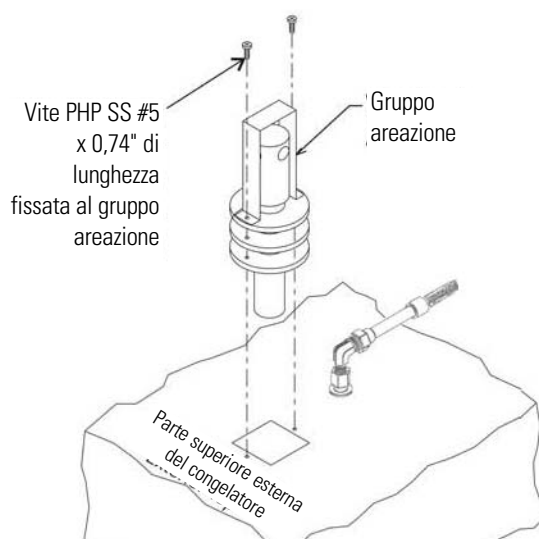

Figura 5-2. Gruppo aerazione
6. Installare il gruppo di areazione (Figura 5-2) attraverso l'apertura e fissarlo sulla parte superiore del freezer utilizzando le viti.